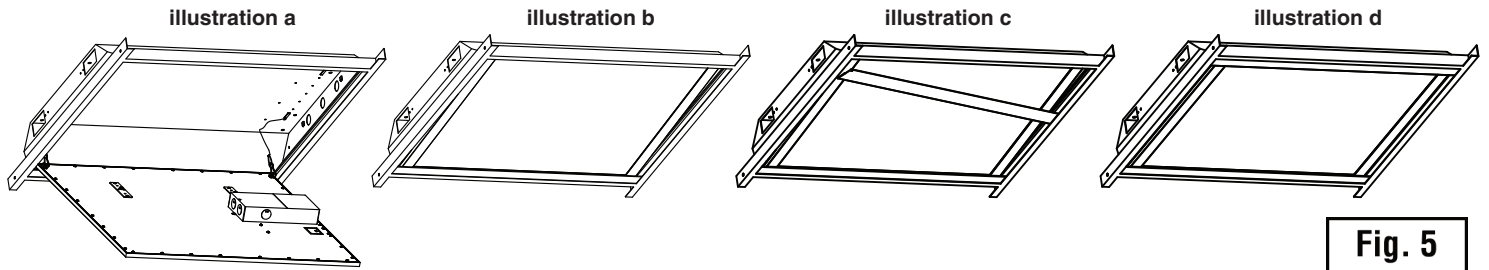

Fig. 5
5. To install the panel firmly into the housing (**picture a**), push panel light upward 1-2cm above the brackets (**picture b**) and place the other bracket between housing and T-grid (**picture c**) and lay the panel firmly on the brackets. (**Fig. 5**)
5. Pour installer fermement le panneau dans le boîtier (**illustration a**), poussez l'éclairage du panneau vers le haut à 1 ou 2 cm au-dessus des supports (**illustration b**) placez l'autre support entre le boîtier et la grille en T (**illustration c**) et posez fermement le panneau sur les supports. (**Fig. 5**)